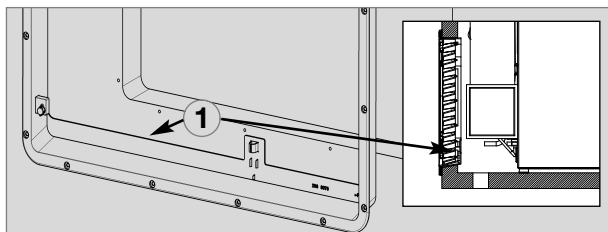

Fig. 17
- ① Grata di ventilazione LS 100 o LS 200
- ② Grata di ventilazione LS 200
**Il bruciatore a gas deve trovarsi al di sopra del bordo (1) (Fig. 17).**